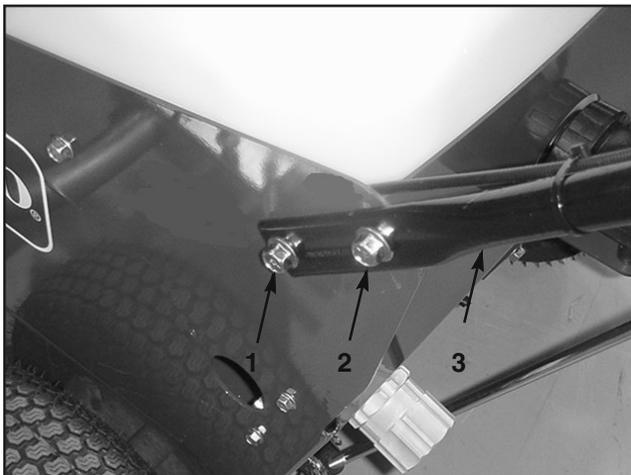

図3
3. ハンドルをタンク・サポートに固定しているボルト(2本)、スペーサとナットを取り外す(図3)。
4. 上の取り付け穴のうち適当な穴を選び、ハンドルの位置を決め、ボルト(2本)とナットでタンク・サポートに固定する(図3)。